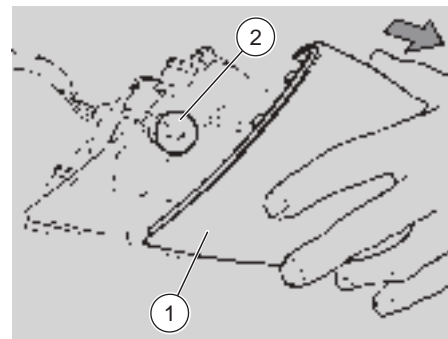

Fig. 61
- ◆ Rimuovere il vetro (1 - Fig. 61).
- ◆ Ruotare la lampadina (2 - Fig. 61) in senso antiorario e toglierla.